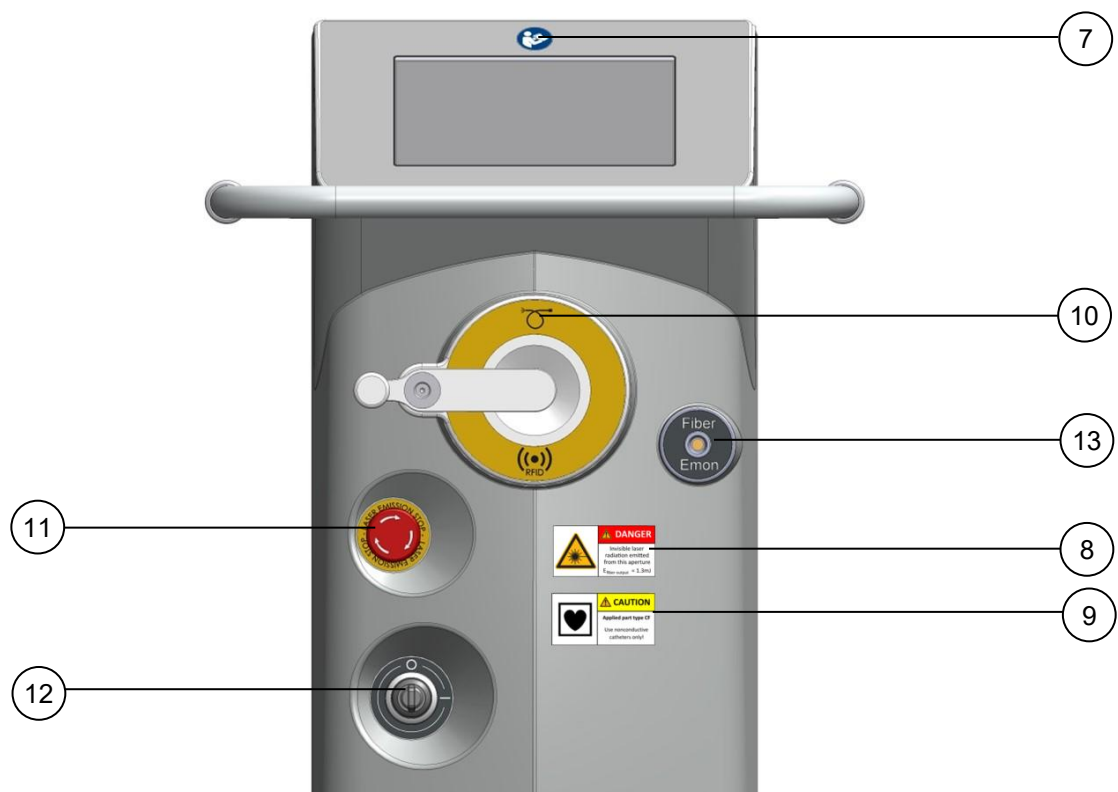

Fig. 2-2: Sett forfra
7.	Bruksanvisning. Etiketten er plassert på forsiden av laseren, over berøringspanelet (se Fig. 2-2).
8.	Laservarselet på identifikasjonsskiltet advarer om laserstråling ved denne posisjonen. Etiketten er plassert på forsiden av laseren, i nærheten av laserstrålingsåpningen (se Fig. 2-2).
9.	Defibrilleringssikker type CF-anvendt del Kun fibre av type CF er tillatt å festes. Kun ikke-ledende katetre kan brukes. Etiketten finner du under den tilhørende tilkoblingen på frontpanelet (se Fig. 2-2).
10.	Tilkobling av fiberen. Etiketten finner du over den tilhørende tilkoblingen på frontpanelet (se Fig. 2-2).  Symbol for radiofrekvensidentifikasjon.  Optisk fiberapplikator
11.	Identifikasjon av laserstrålingsstoppet. Etiketten er plassert på forsiden av laseren (se Fig. 2-2).
12.	Visning av posisjoner for nøkkelbryteren. O = «AV» I = «PÅ» Etiketten er plassert på forsiden av laseren (se Fig. 2-2).
13.	Energimonitor for fiberen. Etiketten er plassert på forsiden av laseren (se Fig. 2-2).